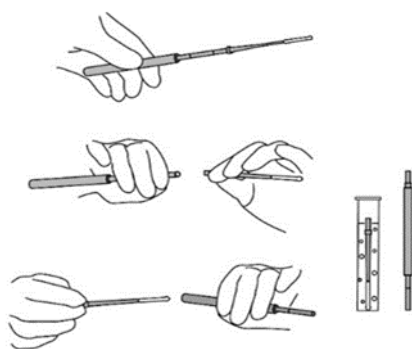

Рис.4. Порядок отделения рабочей части от ручки и помещение ее в транспортную колбу
12. В случае необходимости в транспортировке полученного биологического материала следует отломать рабочую часть зонда от ручки и поместить либо в транспортную емкость с буферным раствором, либо в ручку зонда, выполненную в виде транспортной колбы (см. Рис.4). Для надежной фиксации отломанной рабочей части в ручке-колбе на зонде выполнено расширение в виде пробки.